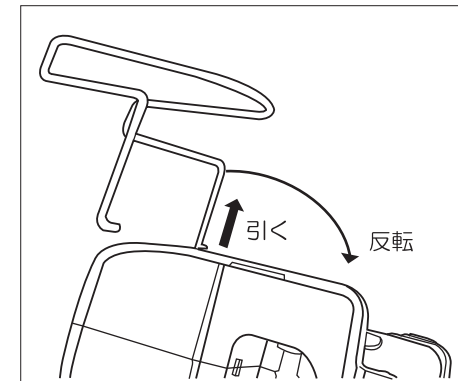

図8
- ④外側に引いてから、固定金具側に90°回して抜き取ってください。(図8参照)